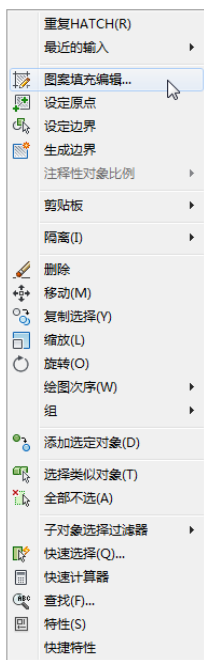

图 2-58 快捷菜单
- ☑ 快捷菜单：选中填充的图案右击，在打开的快捷菜单中选择“图案填充编辑”命令（如图 2-58 所示）。